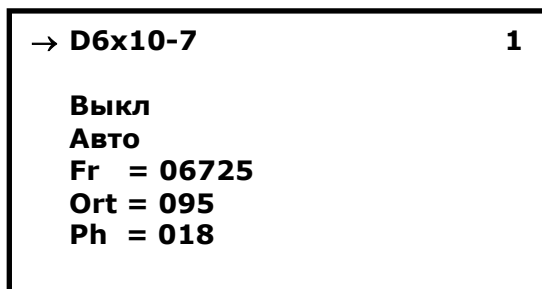

Рис. 29
- «**РЕДАКТОР**» - вход в режим работы с системными настройками датчиков. При нажатии кнопки [**+**], включается меню настройки датчиков (Рис. 29). В этом меню доступны следующие настройки: